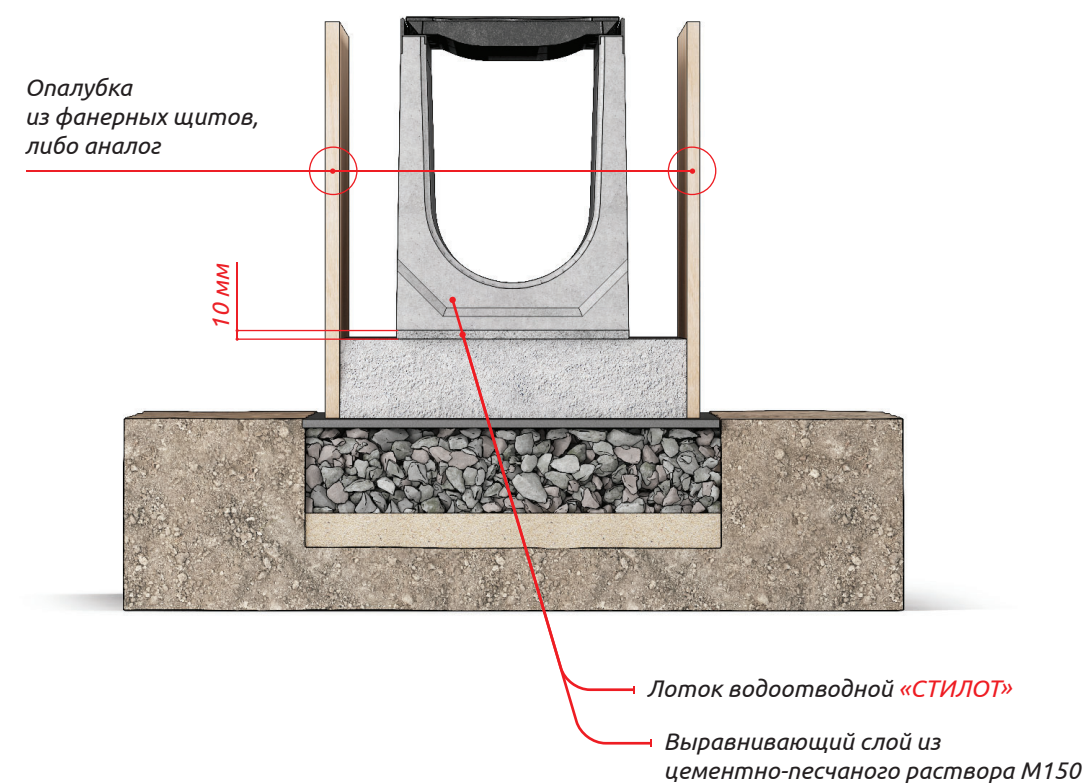

Рис. 9. Выравнивающий слой из цементно-песчаного раствора.
7.1.6 На сформированном бетонном основании плиты устраивается выравнивающий слой из цементно-песчаного раствора М 150 толщиной 10 мм по ширине основания лотка (рис.9).